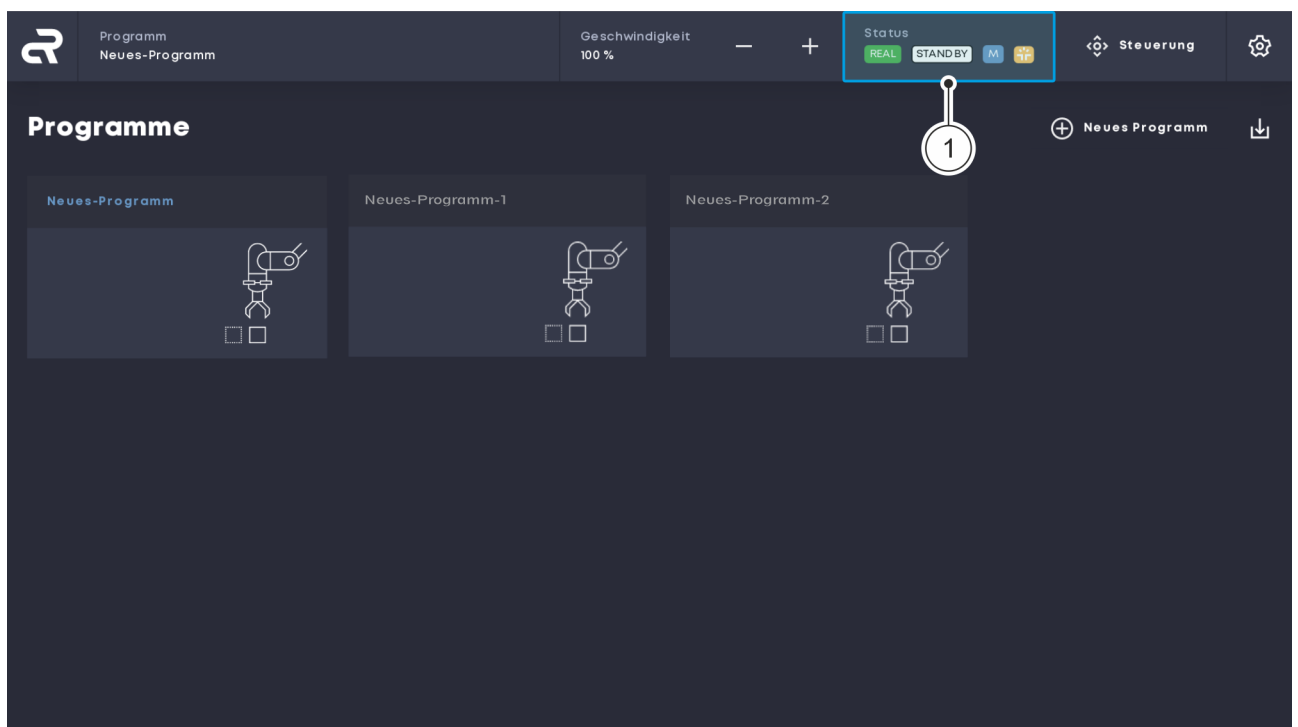

Abb. 9 Hauptbildschirm
01. Im Hauptbildschirm auf die Schaltfläche „Status“ klicken Abb. 9/
①.